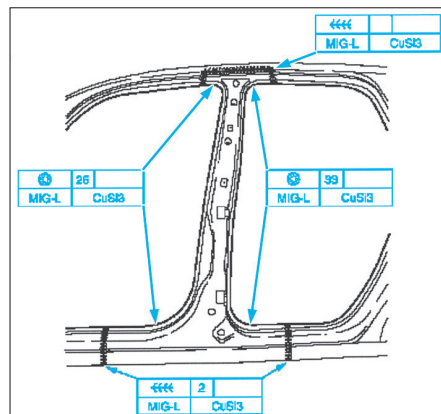
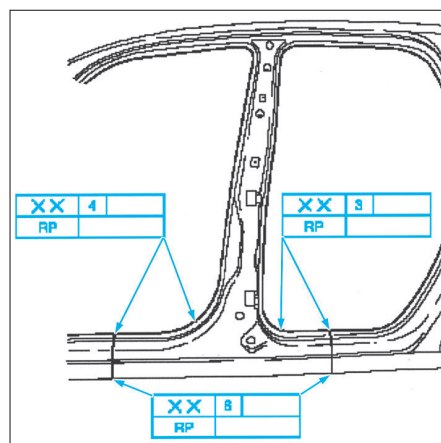
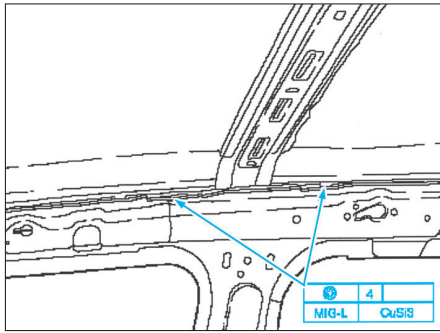

FIG. 48
FIG. 49
FIG. 50
• Souder le pied milieu (Fig.48), (Fig.49) et (Fig.50).